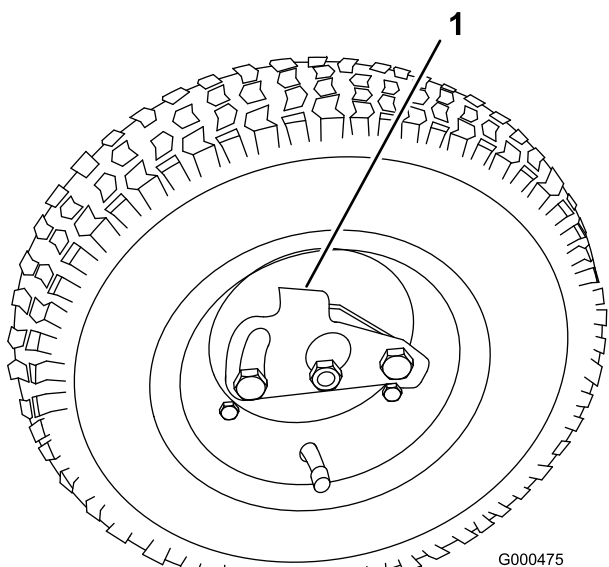

Bild 10
2. Drücken Sie den Radarretierungsclip zur Mitte des Rads und schieben Sie das Rad auf die Sechskantwelle (Bild 10).